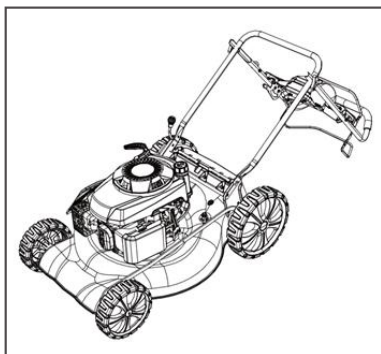

Рис. 2 Установка рабочей рукоятки в рабочее положение
3. Аккуратно установите рукоятку в рабочее положение (Рис. 2), чтобы не зажать или не повредить кабели и тросы, и затяните гайки крепления.